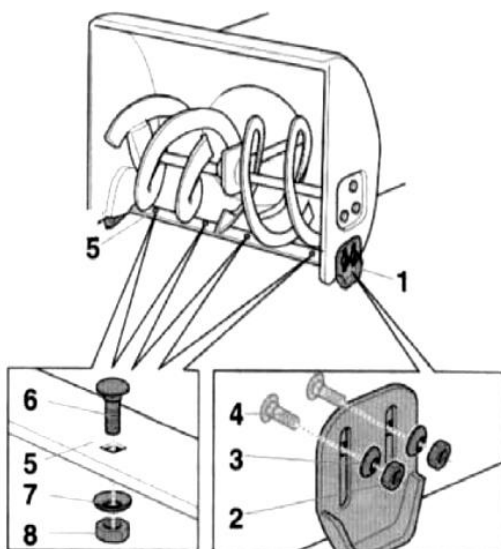

Рисунок 8
- (машина с гусеничным приводом) переведите переводной рычаг (Рисунок 8, позиция 1) в положение II
- Раскрутите гайки (2) с обеих сторон машины
- Закрепите салазки гайками (2) таким образом, чтобы они равномерно касались земли.